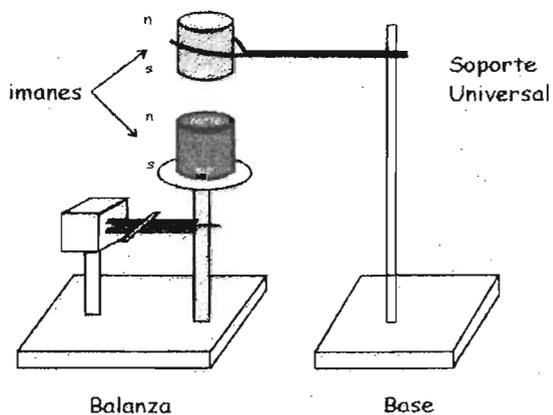

Figura 3.28
- m) Arme el dispositivo que se muestra en la figura 3.28 y fije una distancia de 12 cm. entre las caras de ambos imanes.